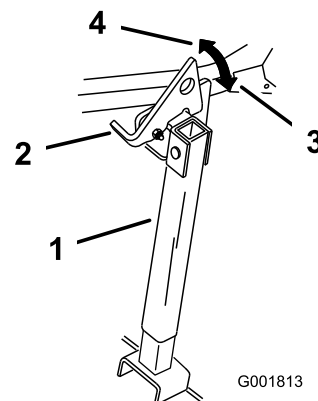

Bild 40
2. Heben Sie den Riegel in die entsicherte Stellung an (Bild 40).